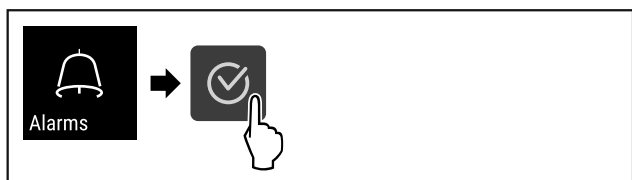

Fig. 119
- ▶ Eseguire i passi (vedere Fig. 119).